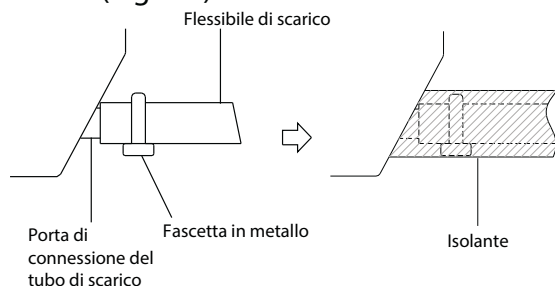

Fig. 6.1
2. Collegare l'imboccatura del flessibile di scarico al tubo di uscita dell'Unità. Rivestire l'imboccatura del flessibile e fissarlo saldamente con una fascetta (Fig. 6.1)